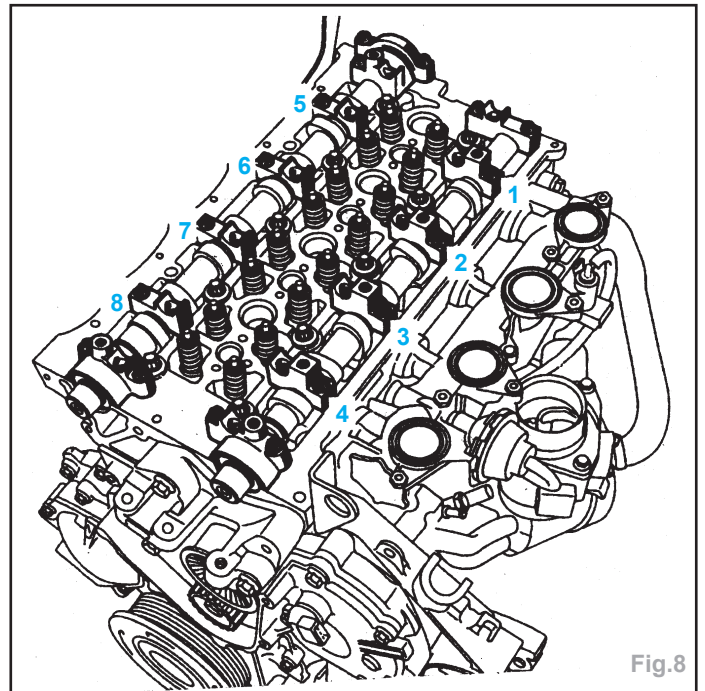

Fig.8
- (Fig.8) .....d) vis paliers à 1,0